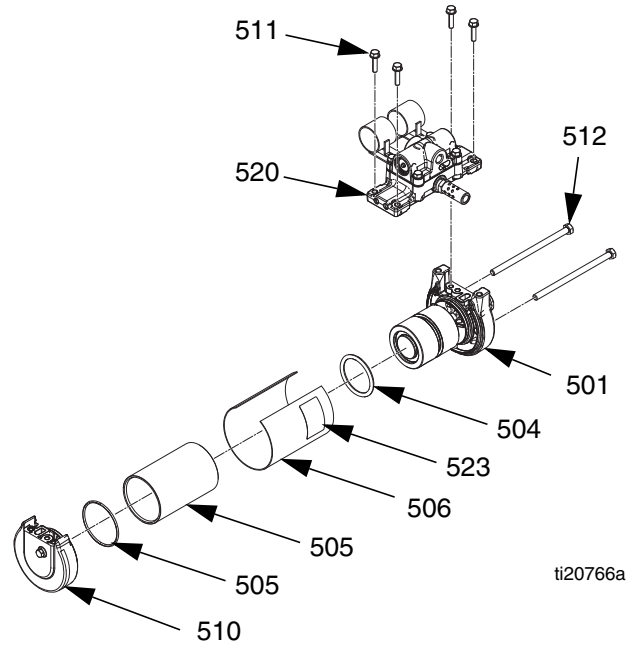

FIG. 52
Desmontaje (consulte la FIG. 52):
4. Use una llave de tubo de 10 mm para retirar los cuatro tornillos (511) y extraer el conjunto del colector de aire (520). Consulte FIG. 52.
5. Use una llave de tubo de 13 mm para extraer los dos pernos (512); luego retire la tapa superior del motor neumático (510).
6. Retire y deseche la junta tórica (504) del pistón (519).
Montaje (consulte la FIG. 52):